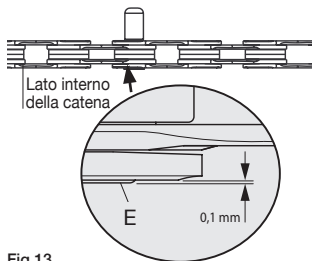

Fig.13
Onde evitare di rovinare irrimediabilmente la catena, **NON AVVITATE** l'utensile oltre la battuta. Lasciate che la bussola ULTRA-LINK 5-CN-SR700 (E) sporga di 0,1 mm dal lato interno della catena (Fig. 13).